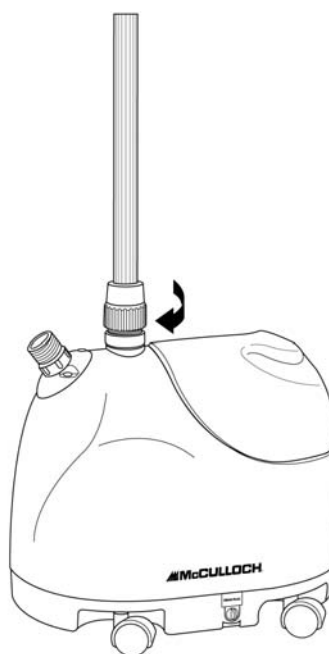

FIGURA 5
3. Apriete la Base del Mástil girandolo en dirección contraria a las manecillas del reloj hasta que esté apretado, y el Mástil Telescópico esté firmemente colocado (FIGURA 5).